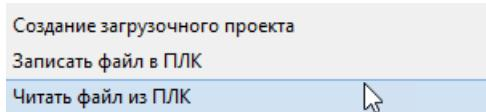

Рисунок 5.25
- **Идентификатор** – введите MAC-адрес ПЛК (указан на корпусе ПЛК, а также см. рисунок 5.25);